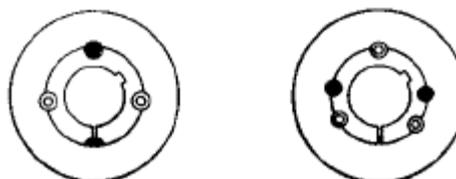

Figura 10-5 Fori pulegge
3.- Inserire la bussola nel foro della puleggia, avendo cura di far coincidere i semifori filettati della puleggia con i semifori non filettati della bussola (Foto 27). Questi fori possono essere 2 o 3 (Figura 10-5), come si osserva anche nella Tabella 10-1 in funzione della grandezza della puleggia.